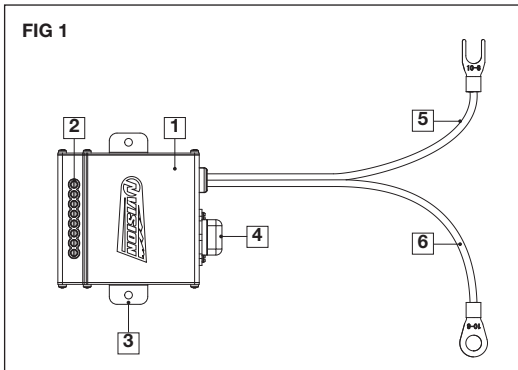

FIG 1
6. Fixez les lumières / équipement auxiliaires en suivant la polarité appropriée des bornes, sans excéder l'ampérage maximum des canaux électriques. Voir **FIG 1** (à la page 6)